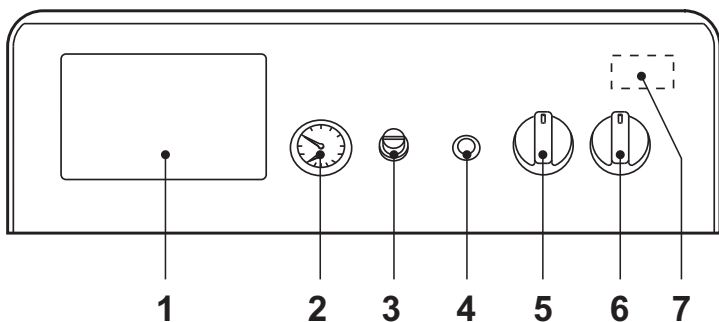
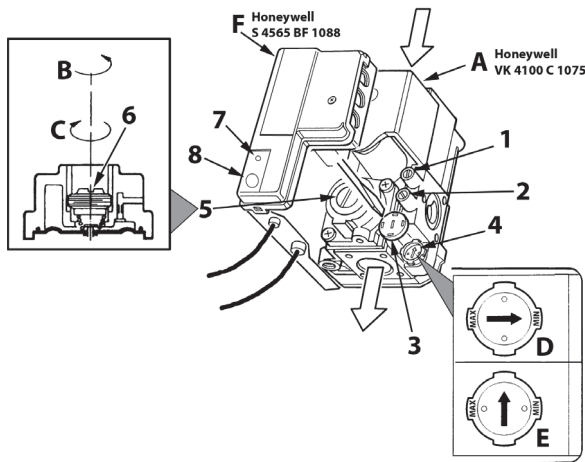

рис. 1 - Панель управления
рис. 3 - Регулирование давления
- Установите главный выключатель "6" в положение 1 (рис. 1).
- Если котел оборудован электронным термостатическим блоком управления, установленным в положении 1 на рис. 1, пользователь должен также соблюдать инструкции, предоставляемые изготовителем данного блока.
Повернув ручку 5 на рис. 1 по часовой стрелке, температура воды в системе отопления повышается и наоборот. Температуру воды в системе отопления можно регулировать в пределах от 30° до 90°. Однако не рекомендуется эксплуатировать котел при температуре ниже 45°.
Задать с помощью термостата температуры воздуха в помещении нужную температуру внутри помещения. По команде от комнатного термостата котел нагревает воду в системе отопления до температуры, заданной с помощью термостата регулировки котла 5 de рис. 1. При достижении в помещении желаемой температуры котел выключается.
При заполнении холодной системы отопления, давление воды, контролируемое по показаниям установленного на котле водомера поз. 2 на рис. 1, должно составлять примерно 1,0 бар. Если во время работы давление воды в системе упало (из-за испарения растворенных в воде газов) до величины ниже вышеуказанного минимума, пользователь должен открыть кран подачи воды и довести давление до первоначального значения. По окончании операции всегда закрывайте кран подачи воды.
Подключите манометр к штуцеру отбора давления 2 (рис. 3), расположенному после газового клапана, затем переведите ручку термостата котла (поз. 5 - рис. 1) на максимум.
Сняв защитную пробку 5 (рис. 3), регулируйте давление газа с помощью винта 6 на желаемое значение (см. таблицу технических данных и диаграммы изменения мощности, приведенных в сар. 5).
2. Снимите с газового вентиля маленький защитный колпачок **3** (рис. 3). С помощью маленькой отвертки отрегулируйте "СТУПЕНЬ" розжига на основании выбранного для работы газа (**G20-G25** Положение **D** рис. 3 или **G30-G31** Положение **E** рис. 3); установите защитный колпачок на место.